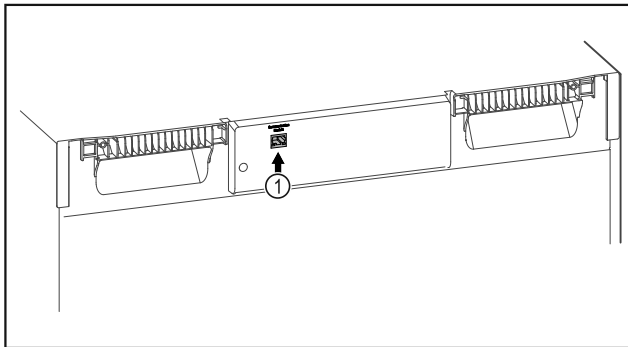

Fig. 73
- ☐ SmartModule Fig. 73 (1) ist eingesetzt.